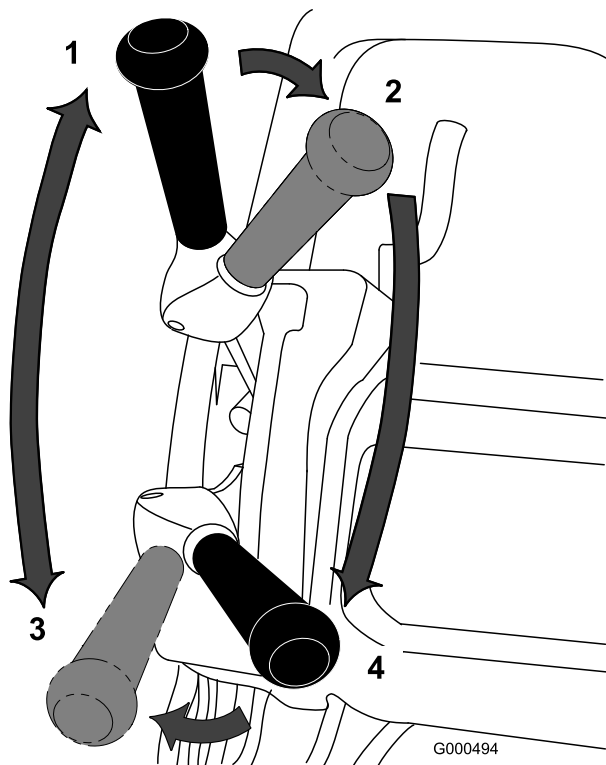

Figura 20
1. Ligue o motor, coloque o regulador a uma velocidade reduzida, empurre o manípulo para levantar a unidade de corte, desloque a alavanca de tracção para a posição Engatado, e leve o cortador até uma ponta do relvado (Figura 20).
2. Coloque a alavanca de tracção na posição Disengaged e engate a transmissão do cilindro (Figura 20).
- Desloque a alavanca de tracção para a posição Engatado, aumente a velocidade até que o cortador se movimente à velocidade desejada, conduza o cortador para o relvado, desça a dianteira do cortador e comece a operação (Figura 20).